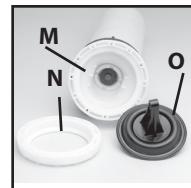

Figura 9
10. Coloque el ensamble del diafragma (M) en la estructura de la bomba (N). Coloque la brida (O) en el diafragma. Vuelva a instalar los tornillos Torx de 12 en el diámetro externo de la brida. Figura 9.